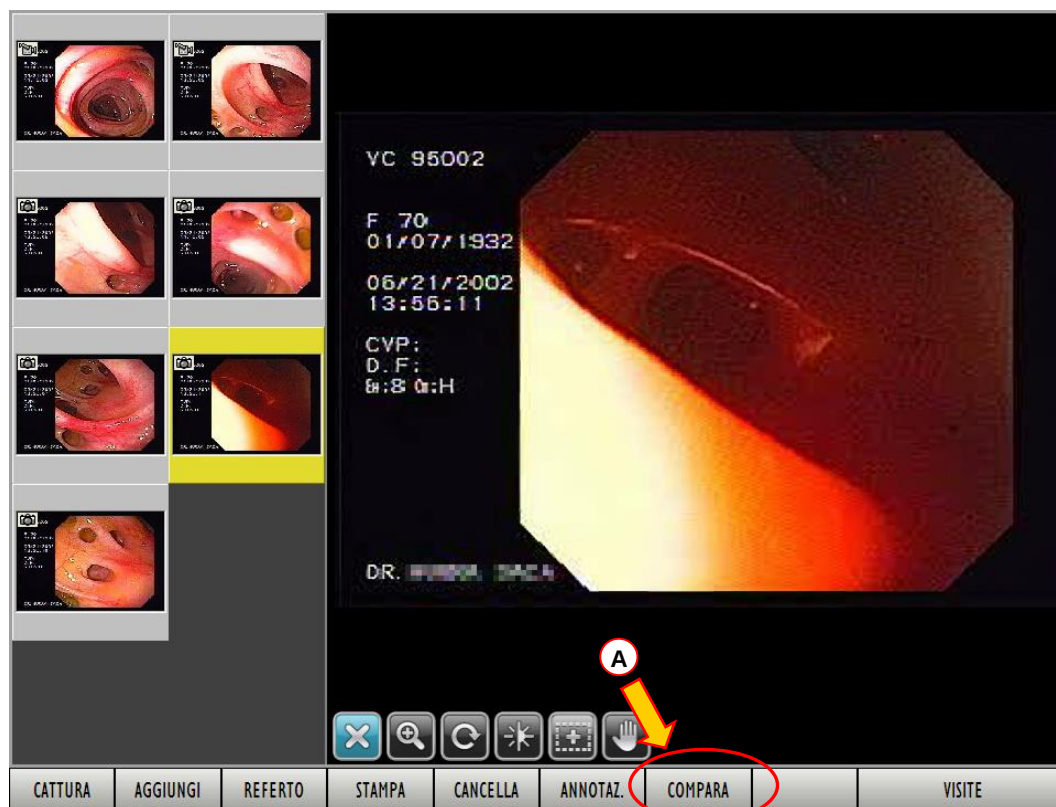

Fig 104 - Visita diversa dalla precedente
- portarsi sulla schermata “Dettaglio visita” contenente l’immagine che si vuole comparare (Fig 104).
- Cliccare il pulsante **COMPARA** sulla barra comandi (Fig 104 A).